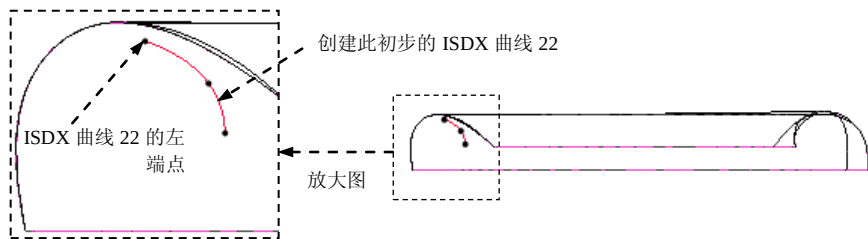

图 8.8.63 创建初步的 ISDX 曲线 22
(2) 单击  按钮, 选择 Course_v3 视图。
(3) 创建初步的 ISDX 曲线 22。单击 **样式** 功能选项卡 **曲线** 区域中的“曲线”按钮  。在操控板中单击  按钮。绘制图 8.8.63 所示的初步的 ISDX 曲线 22, 然后单击操控板中的  按钮。
(4) 编辑初步的 ISDX 曲线 22。
① 单击  按钮, 选择 Course_v5 视图。
② 单击 **样式** 功能选项卡 **曲线** 区域中的“曲线编辑”按钮  。单击图 8.8.63 中初步的 ISDX 曲线 22。